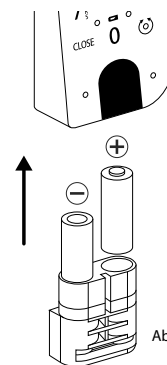

Abb. 9
- 3 Legen Sie zwei neue Batterien ein. Achten Sie dabei auf die korrekte Polung gemäß der Zeichnung auf der rechten Seite (Abb. 9).